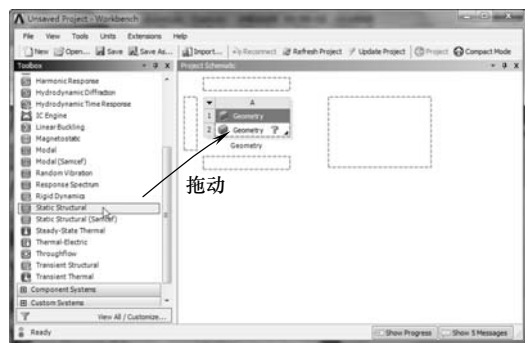

图 8-17 创建分析项目 B
4) 在【Toolbox (工具箱)】中【Analysis Systems】下的【Static Structural】选项上按住鼠标左键，拖动到【Project Schematic (项目管理区)】分析项目 A 中的 A2 上，当 A2 呈红色高亮显示时，释放鼠标创建分析项目 B，如图 8-17 所示。